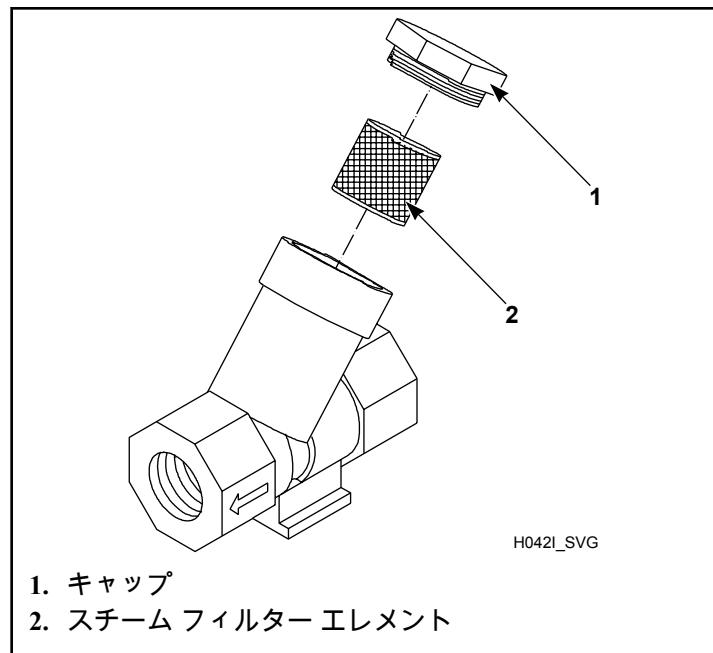

図 52
3. 適切な場合、顧客供給の蒸気フィルタを洗浄してください。図52参照。